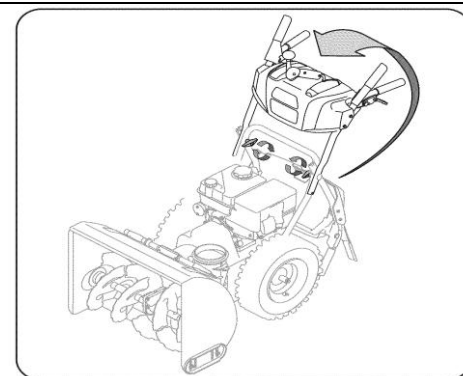

Рис. 1
- б. Потяните верхнюю ручку вверх и назад, как показано на Рис.1. Поворачивая ручку вверх, убедитесь, что оба конца центрального троса правильно расположены в кронштейнах. Совместите верхнюю ручку с нижней ручкой.